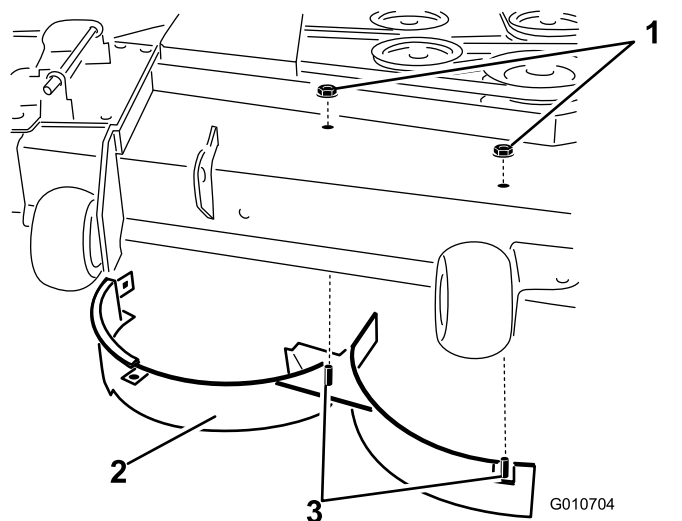

Figura 18
12. Rimuovete il bullone a testa tonda e il dado di bloccaggio fissati sul deflettore destro sulla parte superiore del piatto di taglio e rimuovete il deflettore destro dal piatto di taglio (Figura 18).
11. Rimuovete i 2 dadi di bloccaggio (5/16") che fissano i perni saldati del deflettore destro in posizione centrale e destra, sulla parte superiore del piatto di taglio (Figura 18).